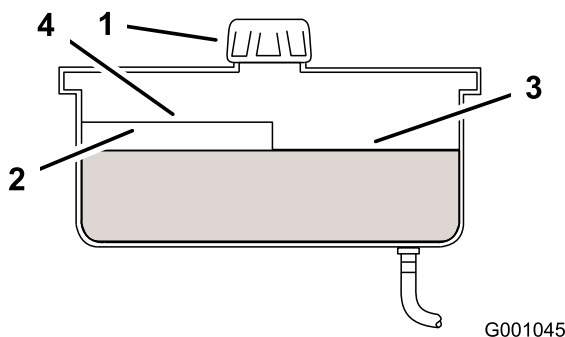

Figura 59
4. Limpie alrededor del cuello de llenado y el tapón del depósito de aceite hidráulico (Figura 59).
5. Retire el tapón del cuello de llenado. Mire dentro para ver si hay aceite en el depósito. (Figura 59).
Nota: El nivel de aceite debe llegar a la parte superior del nivel caliente del tabique cuando el aceite está caliente (Figura 59).